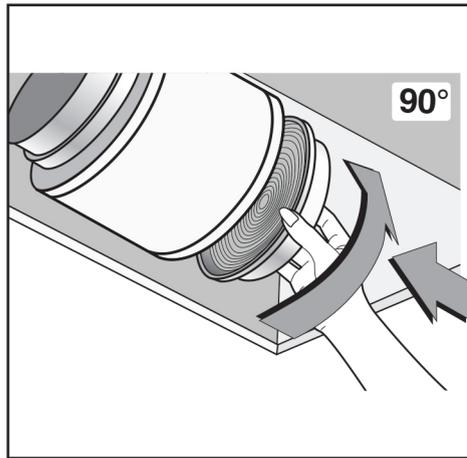

Fig.6
- Os filtros de carvão ativado estão localizados nas laterais do motor. Gire-os até que estejam travados (fig 6).